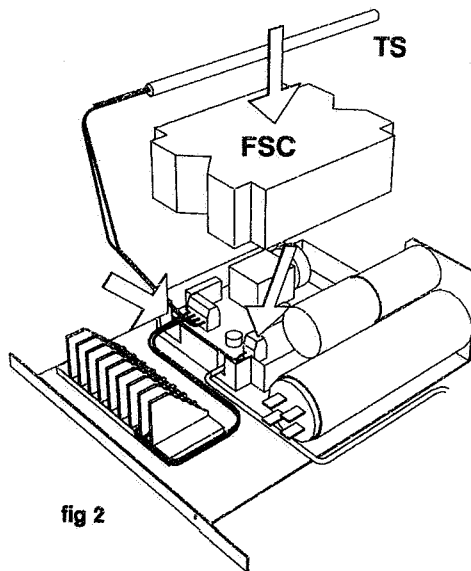

fig 2
3. Entfernen Sie das Gehäuse der Winterregeling. (fig. 2.)